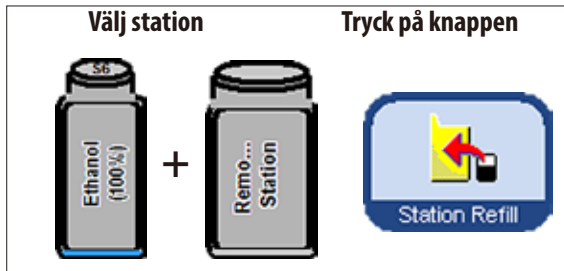

Bild 168
- På skärmen väljer du en tom systemflaska (t.ex. **S6**) och externt förvaringskärl (**Remote Station** (fjärrstation), fig. 168).